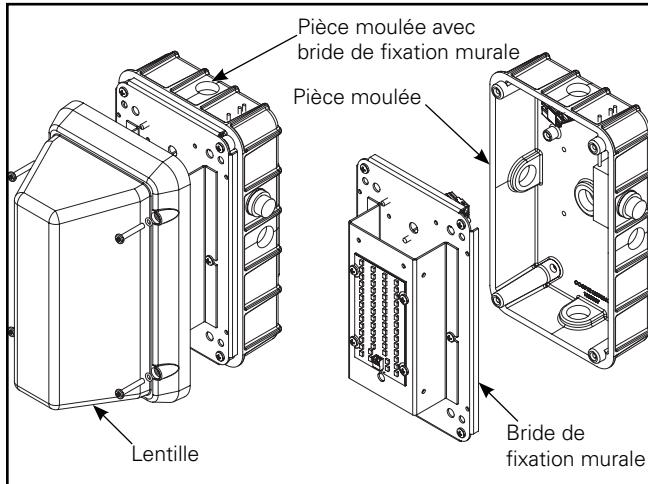
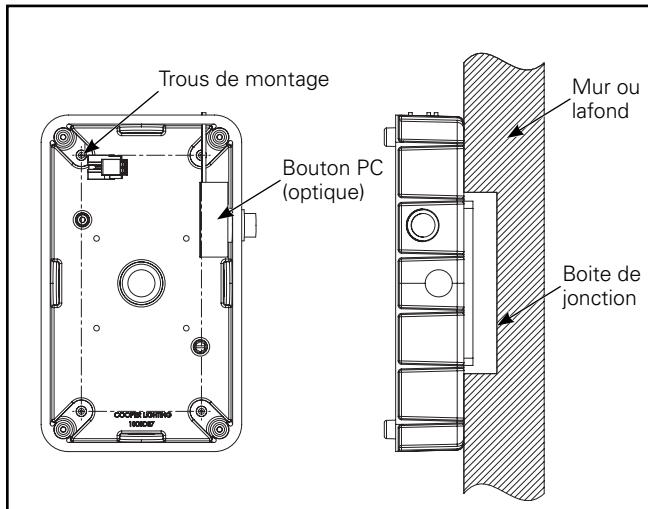

Figure 5.
Figure 6.
2. Retirez la plaque arrière avec un tournevis Phillips (voir Figure 5) et retirez la fixation rapide.
3. Retirez les quatre (4) pastilles d'entrées défonçables (diamètre de 9 mm [0,28 po]) situées à l'arrière de la pièce moulée.
4. Centrez le boîtier moulé au-dessus la boîte de jonction d'un plafond ou d'un mur lisse et plat. Utilisez le boîtier moulé comme gabarit pour déterminer l'emplacement des fixations (Voir la Figure 6).